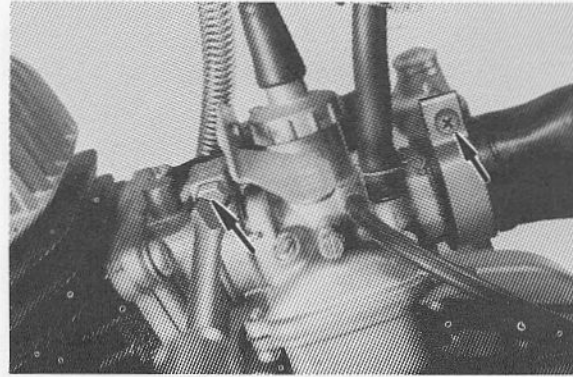

Fig. 3-1-13
1. Remove the hexagon head bolt on the inlet side of the carburetor and remove the joint hose clamp on the air cleaner side. (Fig. 3-1-13)
1. Enlever le boulon à tête hexagonale sur le côté du carburateur et enlever le collier de tuyau de joint sur le côté filtre à air. (Fig. 3-1-13)